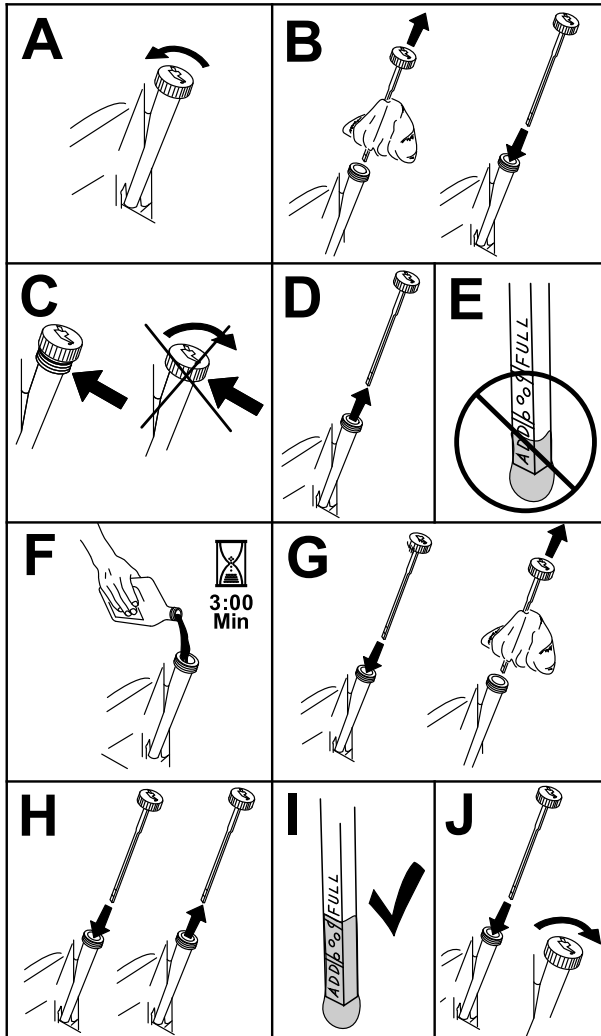

Figura 16
3. Para que no entre suciedad, recortes de hierba, etc., en el motor, limpie la zona alrededor del tapón de llenado/varilla de aceite antes de retirarlo (Figura 16).